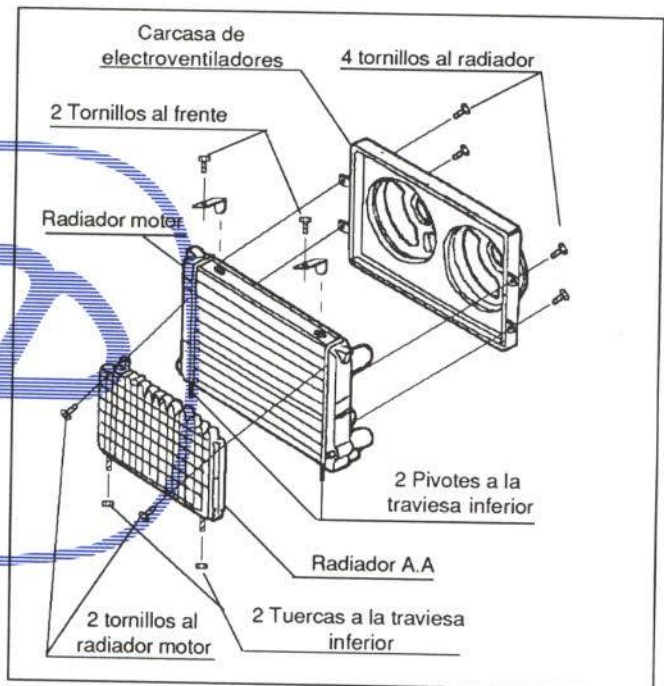

Figura 20.- Unión del radiador
- Anclaje superior del radiador (figura 20)
- Radiador (figura 20)